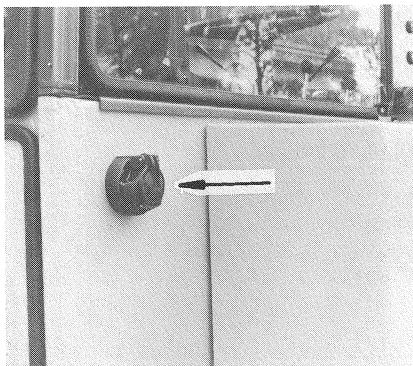

Bild 16
- Kabelstecker für StVZO-Beleuchtung mit der Steckdose (Bild 16/Pfeil) an der Fahrerstandrückseite rechts verbinden. Eine Beleuchtungskontrolle ist durchzuführen.
- Connect the wire plug for the lighting acc. to the German traffic regulations with the socket at the right rear side of the driver's cabin. Check the light (fig. 16/arrow).
- Brancher la fiche du cable du dispositif d'éclairage exigé par le code de la route sur la prise de courant (fig. 16/ flèche) et vérifier le fonctionnement de l'ensemble.